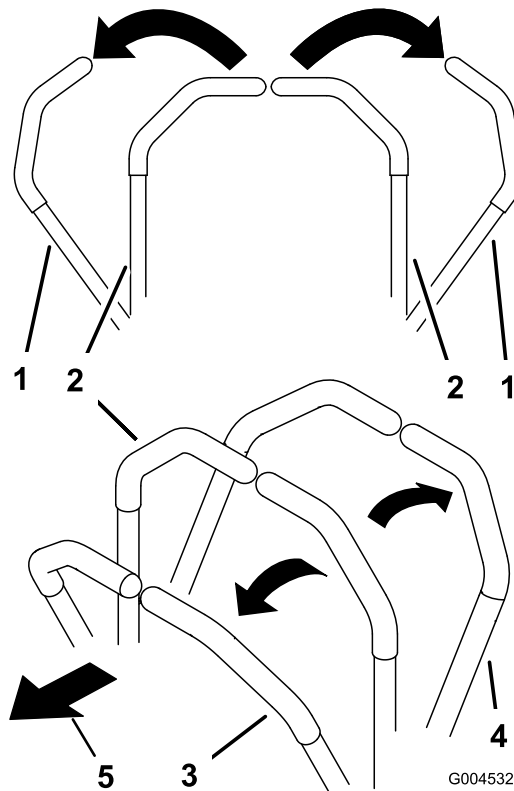

Рисунок 23
- Чтобы повернуть, сбросьте скорость машины, потянув назад оба рычага, затем нажмите вперед на рычаг, противоположной стороне, в которую требуется повернуть (Рисунок 23).
- Для перемещения прямо вперед передвиньте медленно вперед рычаги управления движением (Рисунок 23).
- Для перемещения прямо назад передвиньте медленно назад рычаги управления движением (Рисунок 23).